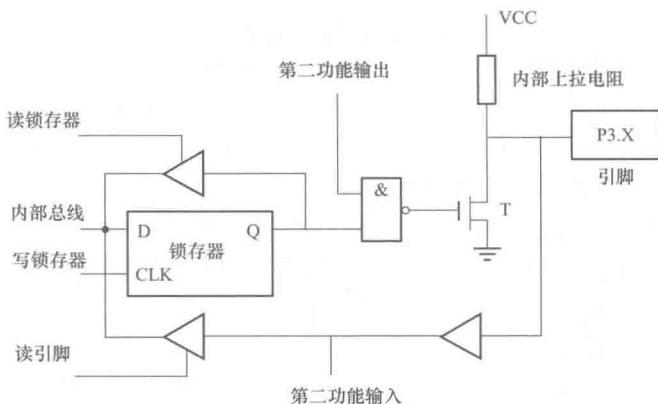

图 1-8 P3 口
4) P3 口 (见图 1-8)。P3 口为双功能复用口，既可以作 I/O 口，还可以作第二功能用。当作为 I/O 使用时，第二功能信号引线应保持高电平，与非门开通，以维持从锁存器到输出端数据输出通路的畅通。